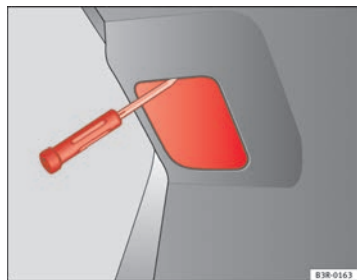

Abb. 220 Abdeckung der Heckklappe entfernen
- Den Schraubendreher von oben in die Aussparung ⇒ Abb. 220 schieben und die Abdeckung herausheben.